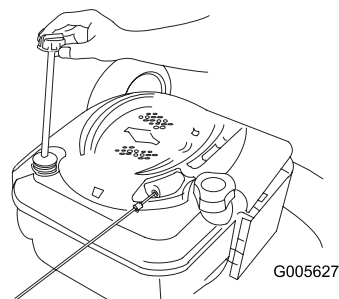

Figura 31
2. Togliete l'asta di livello (Figura 31).